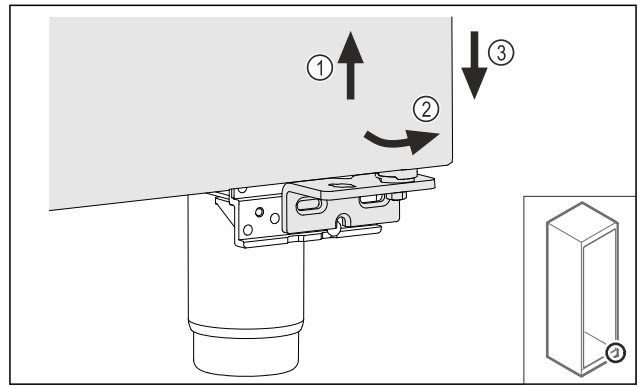

Fig. 20
- ▶ Levantar ligeramente la puerta Fig. 20 (1): inclinarla hacia delante por la parte inferior Fig. 20 (2) y bajarla Fig. 20 (3).